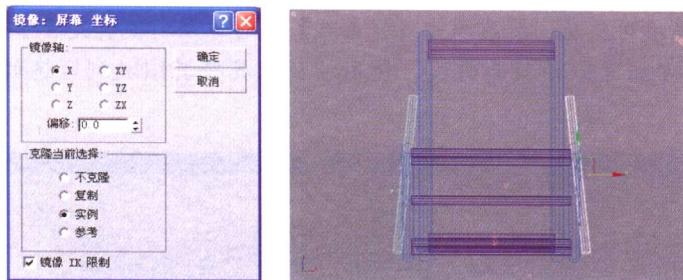

图 1-11 镜像复制出一个圆柱体
(10) 激活前视图，在主工具栏上单击【镜像】按钮 ，这时将弹出一个如图 1-11 所示的【镜像：屏幕坐标】对话框，在【镜像轴】选项组中选取 X 选项，在【克隆当前选择】选项组中选取【实例】单选按钮，然后单击【确定】按钮。这样就镜像复制出了一个新的圆柱体 Cylinder15，接着将其移动到竹躺椅的右边。